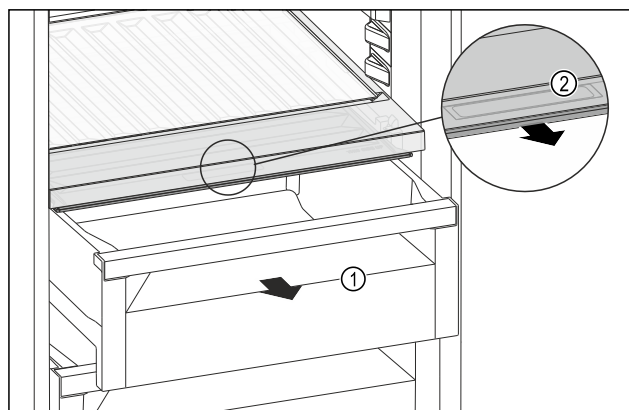

Fig. 158
- ▶ Zásuvku Fig. 158 (1) vytáhněte.
- ▶ Uchopte prohlubeň pro rukojeť Fig. 158 (2) na víku zásuvky a současně zatáhněte za víko zásuvky směrem dopředu.